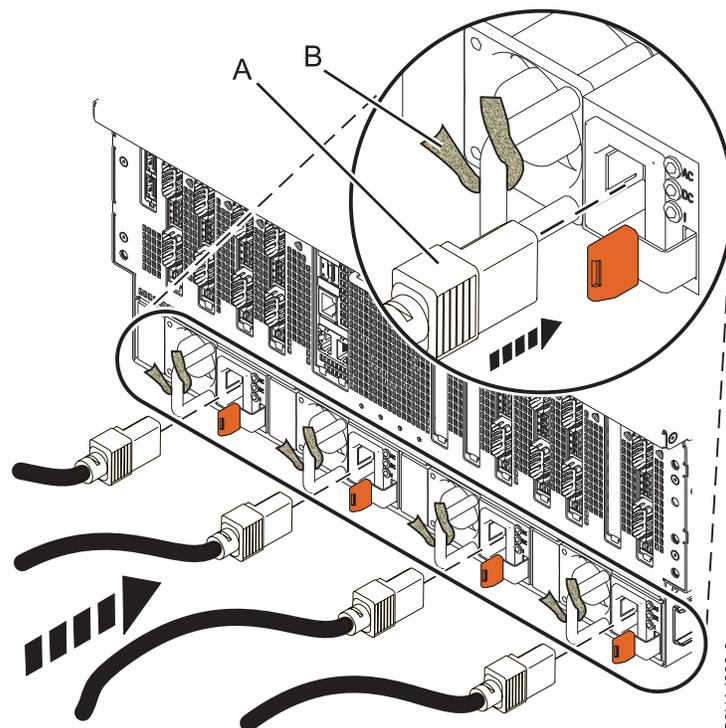

図 22. 電源コードのプラグの差し込みと、ファスナーを使用したケーブルの固定
- a. 電源コードのプラグを電源装置に差し込みます (A)。『図 22』を参照してください。
- c. 図 22に示すように、コードおよびケーブルを、ケーブル・タイまたは面ファスナーで固定します (B)。